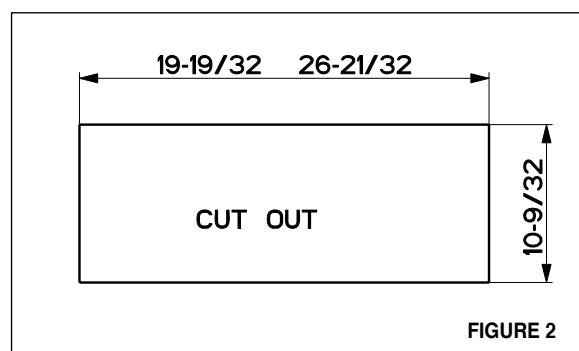

FIGURE 2
5. Découper l'ouverture où la hotte sera installée (**FIGURE 2**). 26 21/32" LARGEUR POUR 28" HOOD, 19 19/32" LARGEUR POUR 24" HOOD